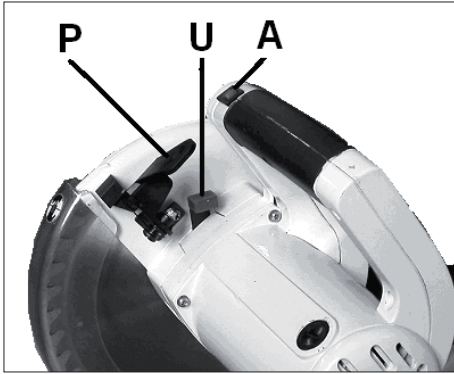

Рис. 3
- Розблокуйте вал пилки за допомогою клавійного блокувального вимикача вала пилки (U, Рис. 3) та звільніть притискний гвинт пиляльного диску, застосовуючи для цього гайковий ключ (T).